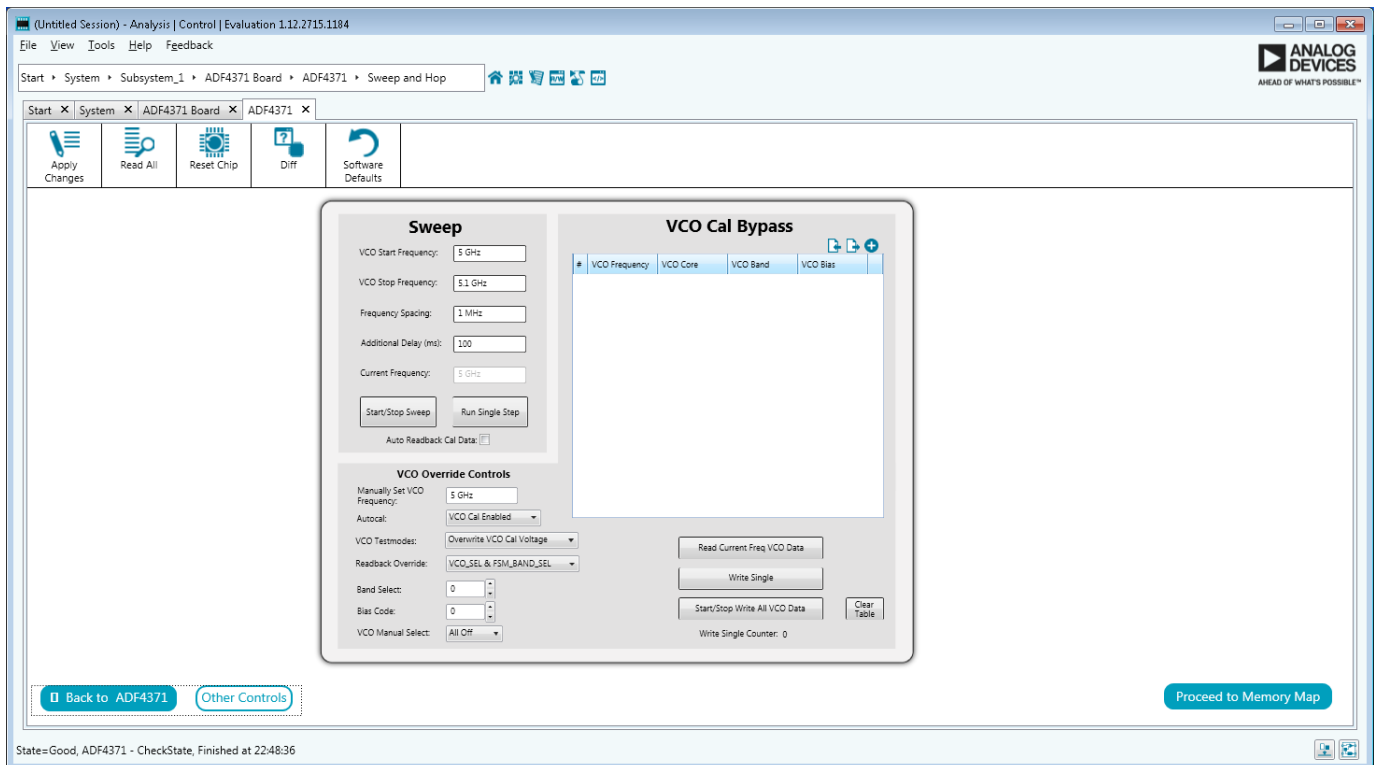

図 2. [VCO Cal Bypass] ペイン
2. ACE のメイン・コントロール・ウィンドウで、[Other Controls] をクリックして [VCO Cal Bypass] ペインを開きます (図 2 を参照)。